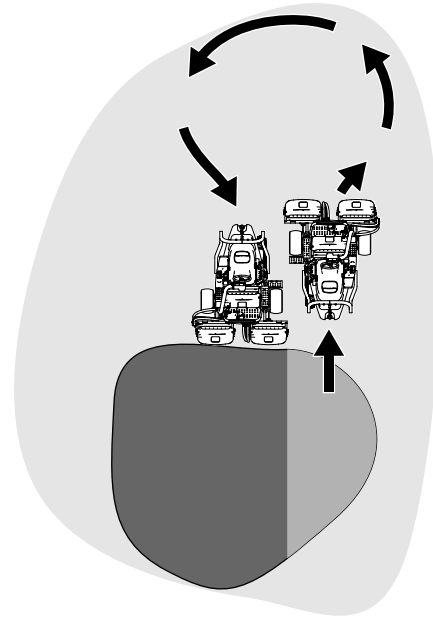

Figura 32
6. Para ganar tiempo y facilitar la alineación correcta para la pasada siguiente, gire la máquina momentáneamente en la dirección opuesta, y luego gire hacia la parte que todavía no está cortada. Este movimiento es un giro en forma de lágrima (Figura 32), que permite alinear la máquina rápidamente para la pasada siguiente.